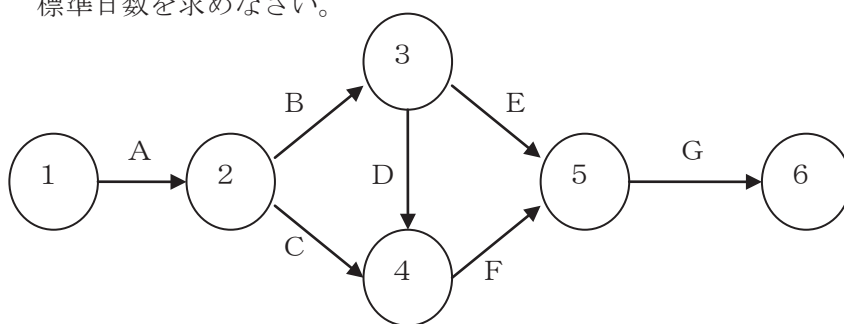

図 1 日程計画
問題 3 図1はある仕事の日程計画を表している。丸印は仕事の着手または完了ポイント、矢印は作業である。開始日①からA～Gまでのすべての作業を行い、完了日⑥に至るまでに必要な標準日数を求めなさい。